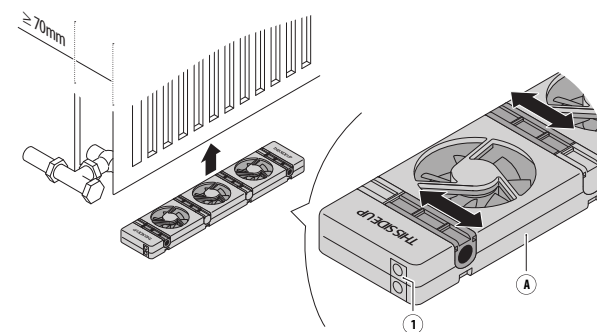

Fig. 1 – Position du SpeedComfort (A).
1. Assurez-vous que le **SpeedComfort** (A) est orienté vers le haut et que les **connecteurs femelles** (1) sont dirigés vers la prise de courant (voir Fig. 1).